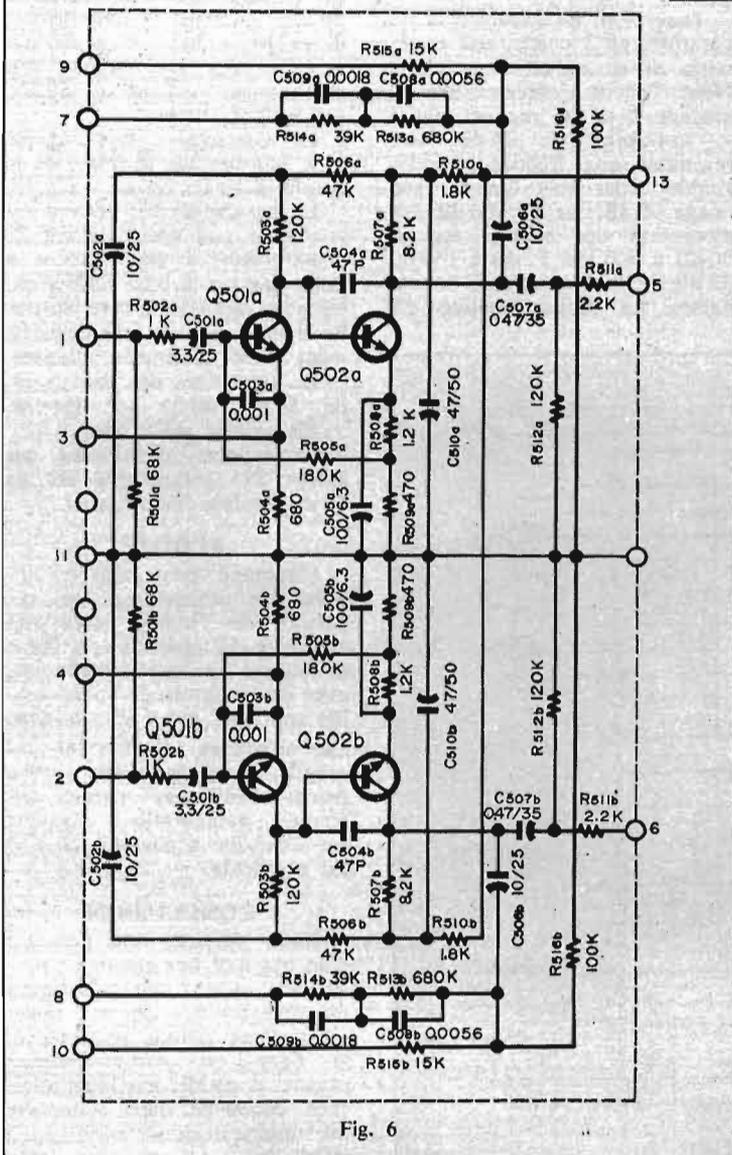

Fig. 6
**Circuits basse fréquence, pré-amplificateur correcteur RIAA** (Fig. 6). Ceux-ci sont constitués par les deux transistors Q501a - Q502a soumis à des contre-réactions locales et globales pour reproduire la correction RIAA.